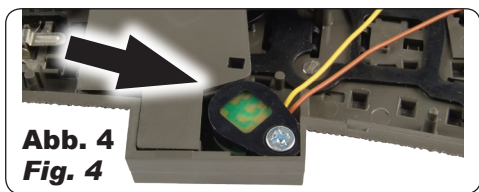

Abb. 4 Fig. 4
5. Schrauben Sie nun den Montagering mit der Beleuchtungsplatte gemäß Abb. 4 über die Lichtverteilerscheibe.
5. Screw the mounting ring with the lighting board over the light diffusion disk onto the turnout as shown in fig. 4.